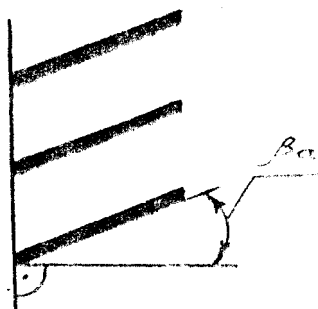

Рисунок 4 - Определение угла наклона зубьев по цилиндру головки
4.6.3. Измерить угол наклона зубьев по цилиндру головок (по диаметру окружности выступов). Для этого необходимо наметить несколько зубьев колеса простым карандашом и затем прокатать их вдоль прямой. К полученному следу восстановить перпендикуляр (рис. 4).